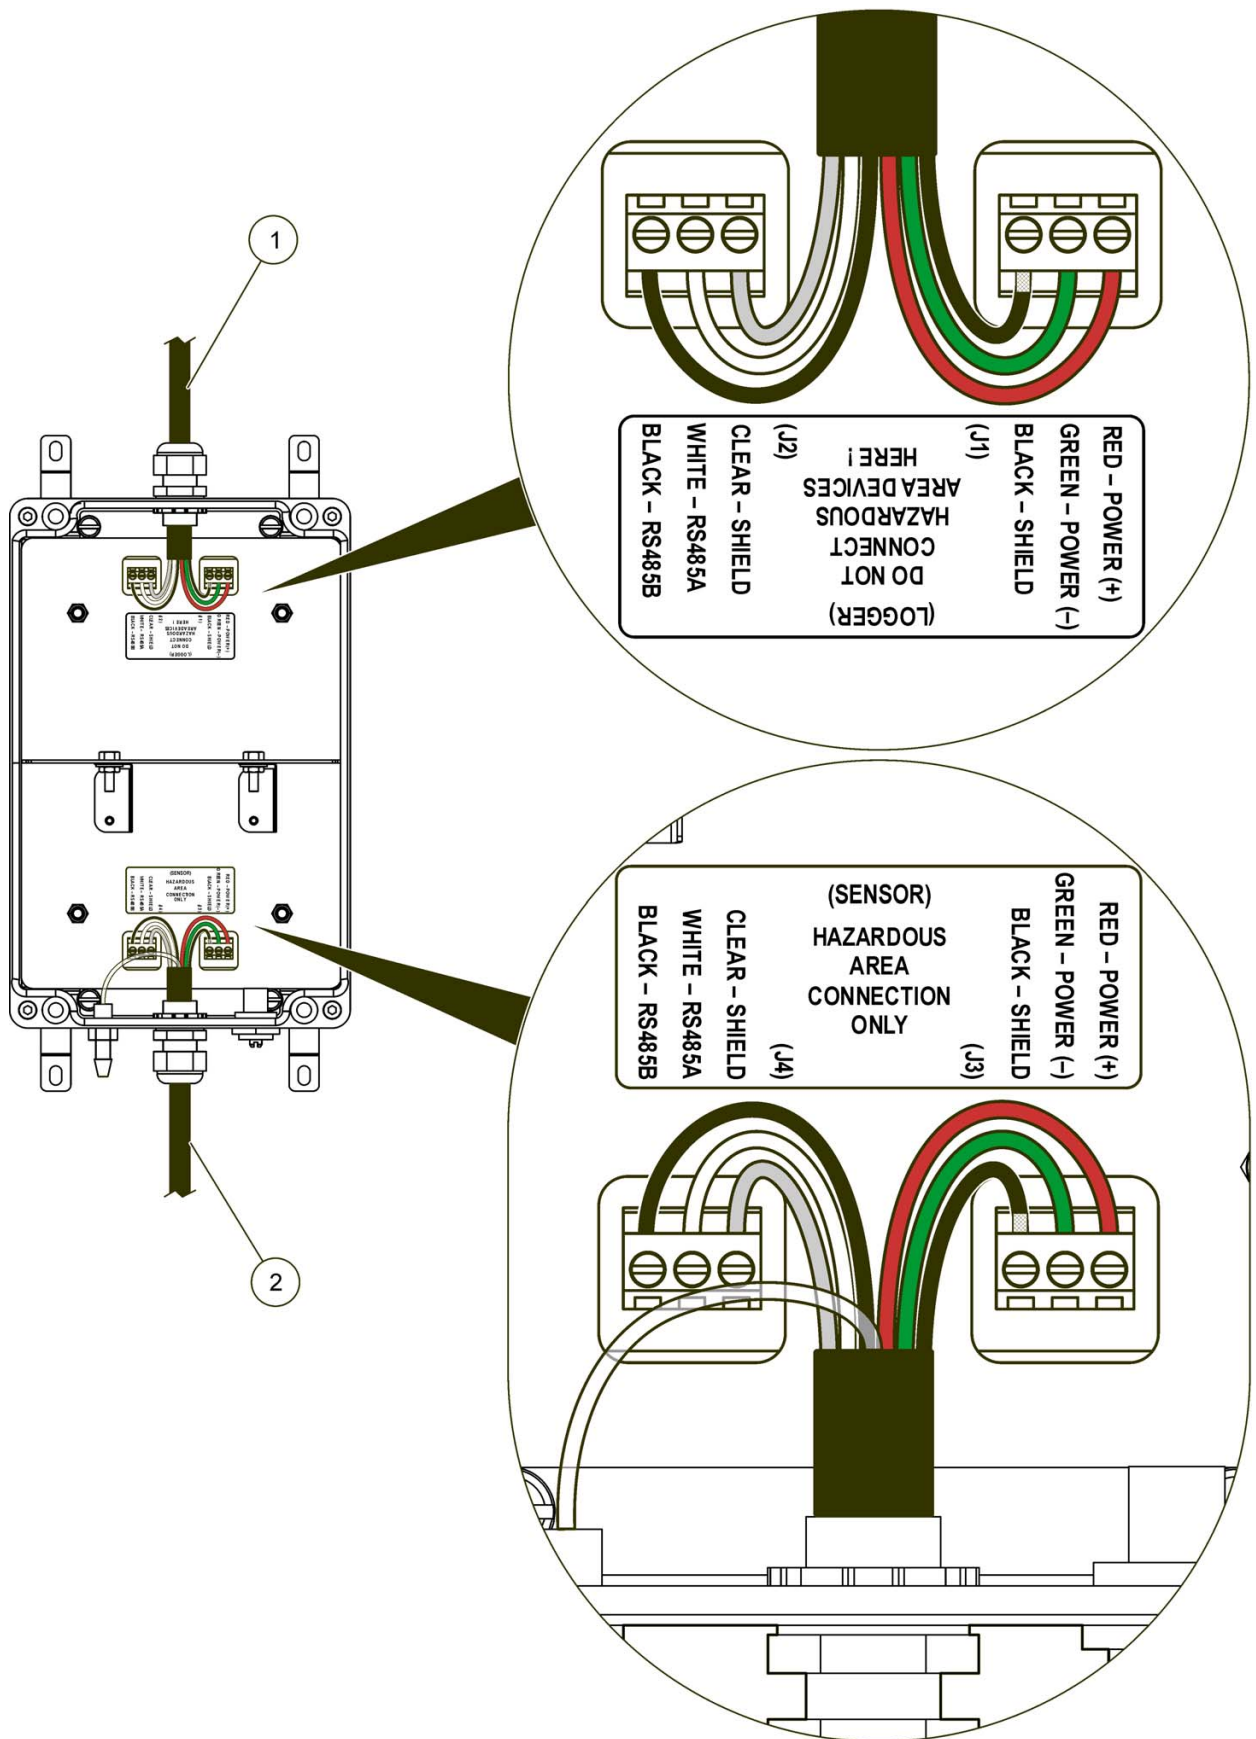

Figure 3 Câblage de la barrière
2. Insérez le câble du capteur Flo-Dar dans le raccord avec réducteur de tension sur le côté de la barrière présentant une étiquette de raccordement en zone dangereuse (Figure 3 à la page 13). Serrez le réducteur de tension.
3. Si le capteur Flo-Dar possède le composant SVS en option, insérez le câble du capteur SVS dans le raccord avec réducteur de tension sur le côté de la deuxième barrière présentant une étiquette de raccordement en zone dangereuse (Figure 3 à la page 13). Serrez le réducteur de tension.
5. Installez les câbles sur les bornes J3 et J4 comme indiqué en Figure 3 à la page 13. Tirez légèrement après chaque insertion pour vous assurer que les raccords sont bien serrés.
6. Installez le tube d'air du câble du capteur dans le raccord du boîtier de la barrière comme indiqué en Figure 3 à la page 13.
7. Insérez le câble de l'enregistreur ou du contrôleur dans le raccord avec réducteur de tension sur l'autre côté de la barrière (Figure 3 à la page 13). Serrez le réducteur de tension.
9. Installez les câbles sur les bornes J1 et J2 comme indiqué en Figure 3 à la page 13. Tirez légèrement après chaque insertion pour vous assurer que les raccords sont bien serrés.